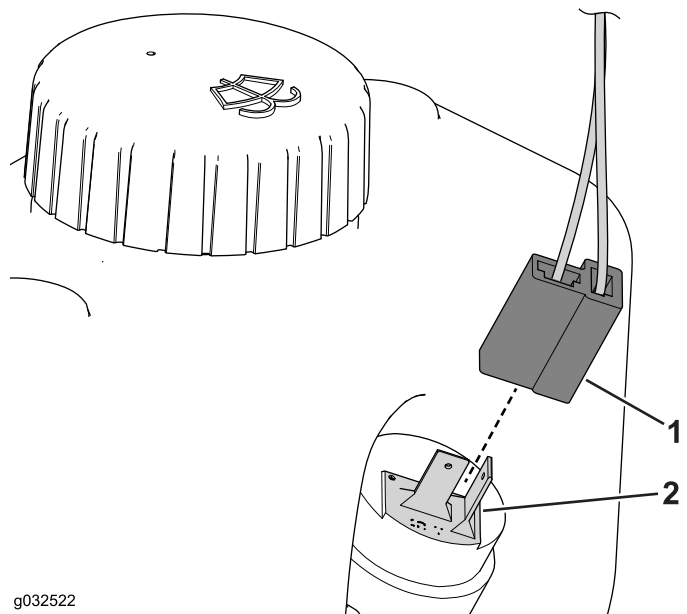

Figura 43
1. Ligue o tampão à garrafa lavadora (Figura 43).